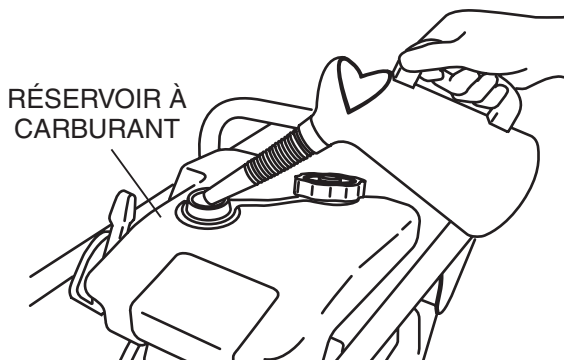
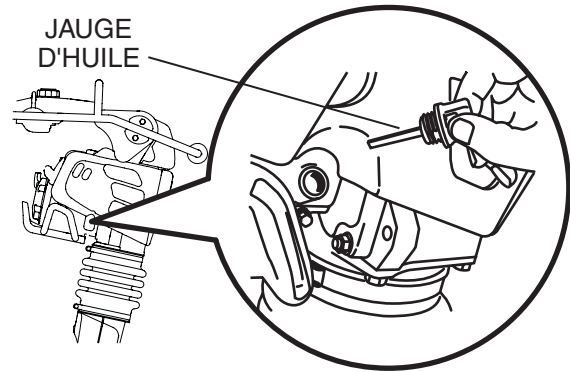

Figure 4. Réservoir à carburant
Figure 5. Jauge d'huile moteur
1. Remplir le réservoir de carburant (Figure 4) avec de l'essence sans plomb. En même temps, vérifier l'huile du moteur et en faire une habitude d'en ajouter souvent (Figure 5).